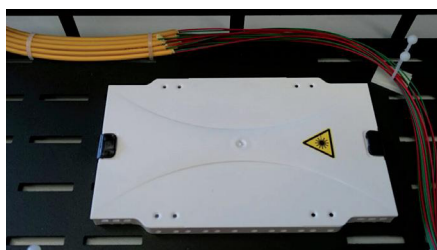

imagen 12 / figure 12
Deberá guiarse por la indicación anterior (1) , con la única diferencia de que cuando acceda con diferentes mangueras de fibra, deberá sujetar todas de forma conjunta al cuerpo de la bandeja (imagen 12).
Repeat the prior instructions making sure that the different fiber cables are tied together, to the body of the tray (figure 12).